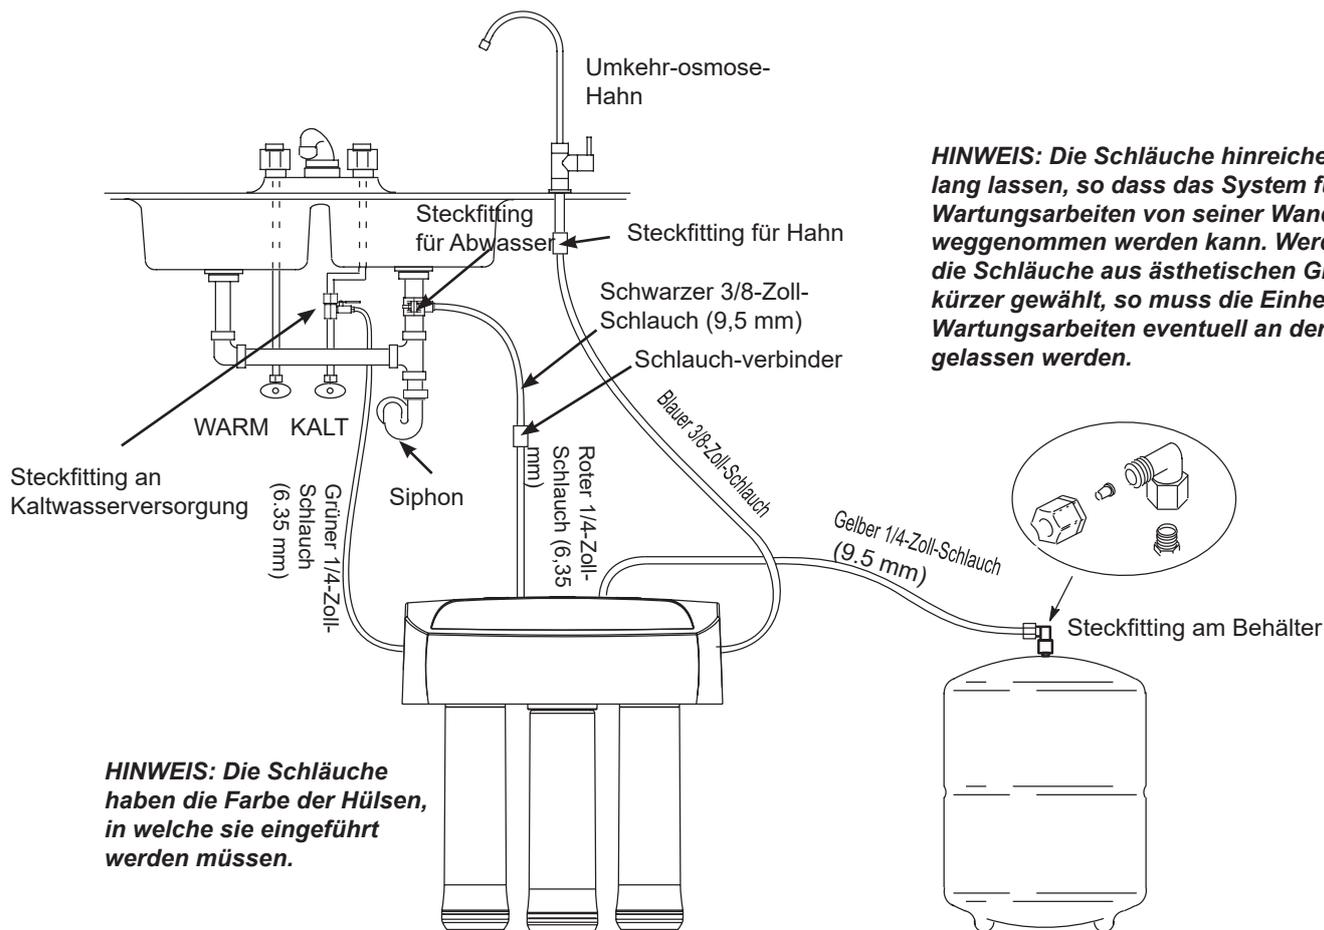

ABB. 20
2. Eines seiner Enden zum Steckfitting an der Kaltwasserversorgung führen. Siehe Abb. 20.
2. Ein Ende des blauen Schlauchs zum Fitting des Hahns der Umkehrosmose führen. Siehe Abb. 20.
2. Das freie Ende des roten Schlauchs an eine Stelle zwischen dem Fitting am Abfluss und der Umkehrosmoseeinheit führen. Siehe Abb.20.
4. Den Schlauch vollständig in das Steckfitting richtigen Durchmessers (1/4 Zoll), das in Abb. 20 als Schlauchverbinder bezeichnet ist, einführen. Siehe Abb. 16 und 17.
7. Das andere Ende des schwarzen Schlauchs zum Fitting am Abfluss führen (Abb. 20). Die Länge des Schlauchs so zuschneiden, dass eine möglichst gerade und direkte Verbindung zum Fitting am Abfluss erhalten wird. Es dürfen keine Schleifen, Wellen oder Knicke vorhanden sein.
2. Das freie Ende des gelben Schlauchs zu dem auf dem Speicherbehälter befindlichen Fitting führen. Siehe Abb.20.